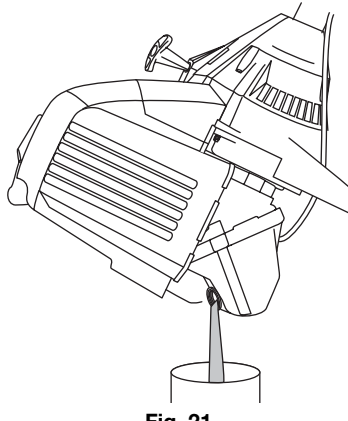

Fig. 21
3. Versez l'huile de l'orifice de remplissage dans un récipient en inclinant l'appareil à la verticale (Fig. 21). Allouez assez de temps pour une vidange complète.